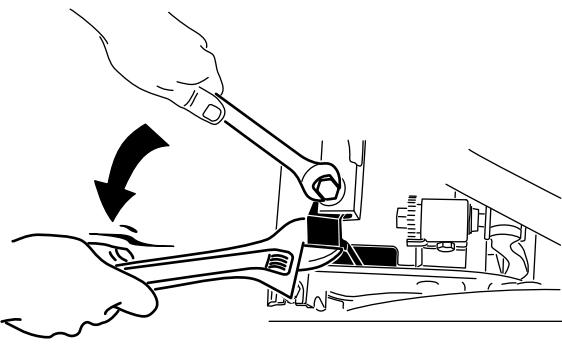

Figura 16
**Nota:** Ao apertar os dispositivos de fixação no braço articulado, utilize uma chave com extremidade ajustável para segurar o braço articulado paralelo à placa lateral (Figura 16).